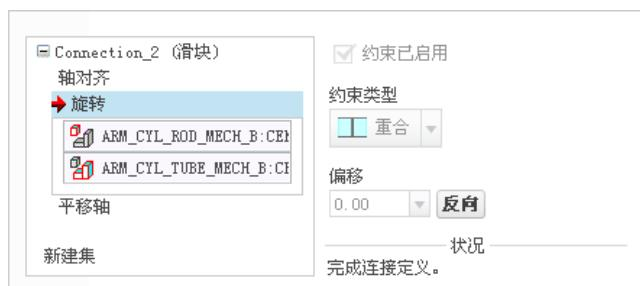

图 3.18.9 “放置”界面
(3) 定义“旋转”约束。分别选取元件 ARM_CYL_TUBE_MECH_B 中的基准平面 CENTER 和元件 ARM_CYL_ROD_MECH_B 中的基准平面 CENTER 为“旋转”约束参考, 此时 **放置** 界面如图 3.18.9 所示。